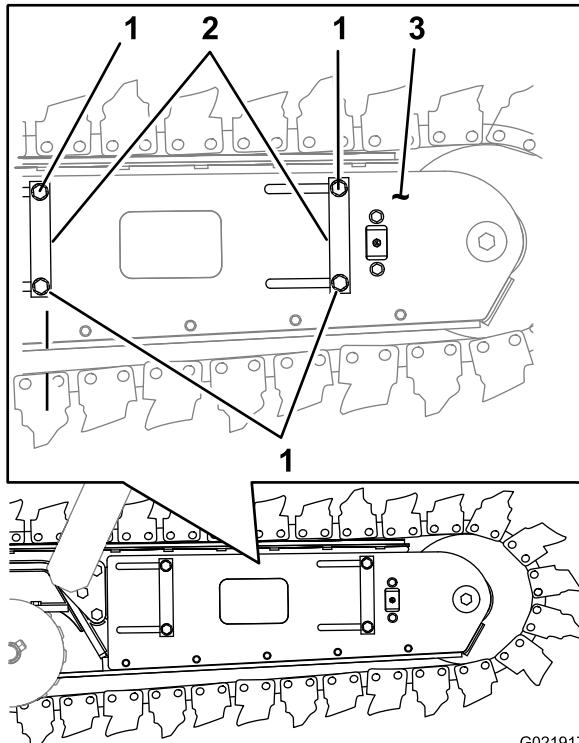
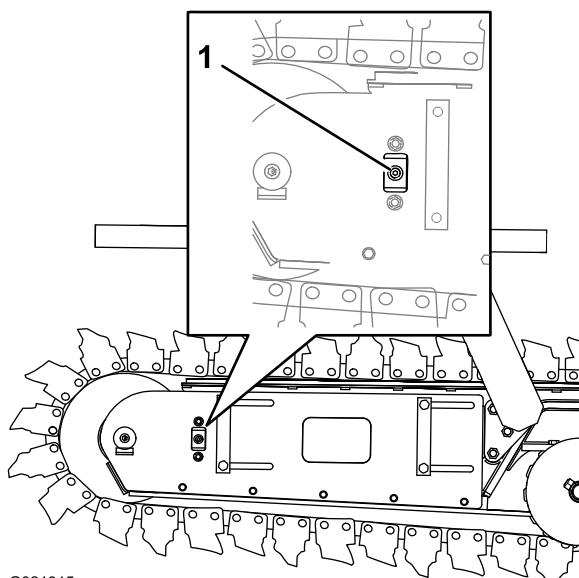

Figura 32
Figura 33
- En el lado izquierdo de la espada, afloje los 4 pernos que sujetan las barras de bloqueo y las chapas laterales (Figura 32).
- Localice el tapón de purga (cabeza allen) en la chapa lateral del lado derecho de la espada (Figura 33).
- Gire lentamente el tapón de purga 2 o 3 vueltas en sentido antihorario, y deje que la grasa fluya de alrededor del tapón (Figura 33).
- Cuando haya obtenido una distancia de 51 a 76 mm (2" a 3") entre la cadena y la tira de desgaste, apriete el tapón (Figura 32 y Figura 33).
- Apriete los 4 pernos (Figura 32) que sujetan las barras de bloqueo y las chapas laterales a 190–215 N·m.
- Afloje los pernos que sujetan las barras de bloqueo y las placas laterales en el lado izquierdo de la espada (Figura 32).